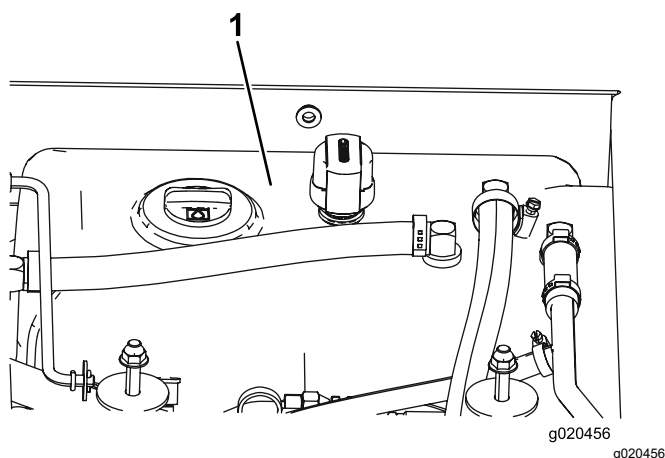

Figure 116
4. Remplissez le réservoir (Figure 116) de liquide hydraulique ; voir Liquides hydrauliques spécifiés \(page 81\).